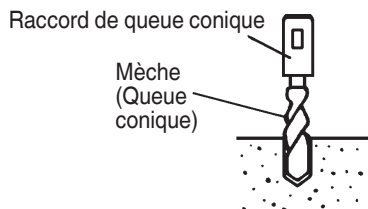

Fig. 14
(1) Installer la mèche à queue conique dans le raccord de queue conique. (Fig. 14)